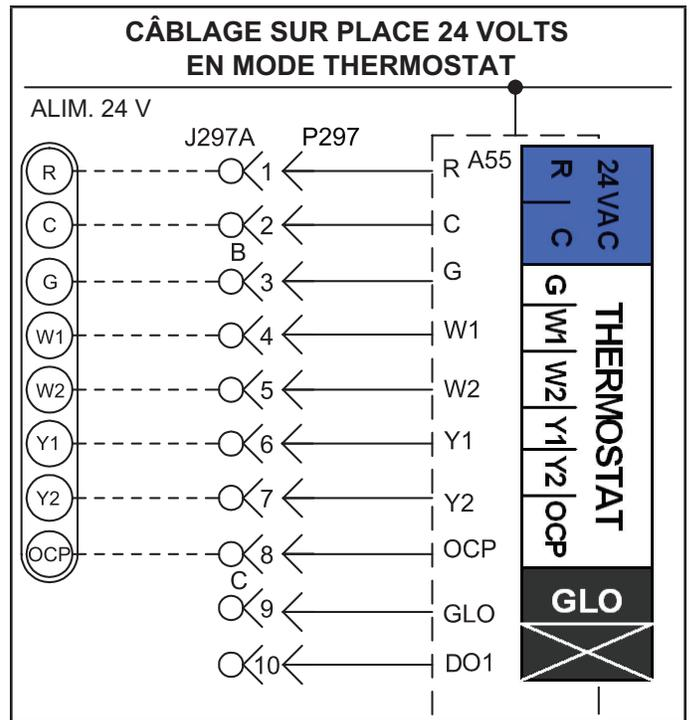
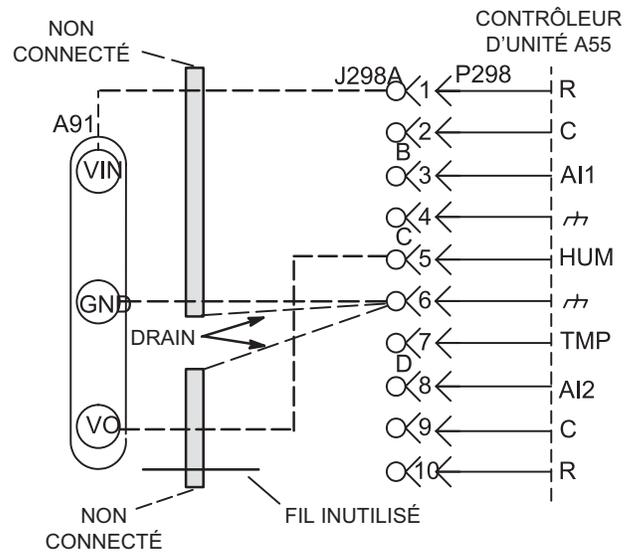
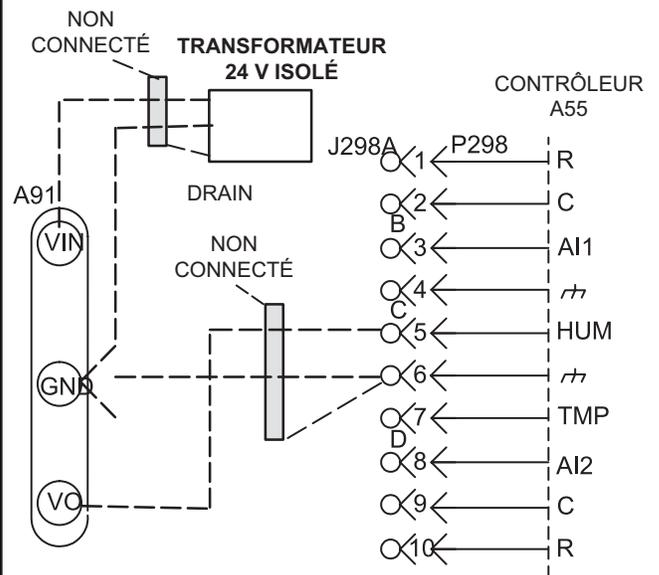

FIGURE 14
FIGURE 17
FIGURE 18
- 4 - Câbler comme indiqué à la FIGURE 14 pour les thermostats électromécaniques et électroniques. En cas d'utilisation d'autres dispositifs de contrôle de la température ou de systèmes de gestion de l'énergie, se reporter aux instructions et au schéma de câblage fournis par le fabricant.
- 2 - Effectuer les connexions de câblage comme indiqué à la FIGURE 14 pour le mode thermostat ou à la FIGURE 15 pour le mode capteur de zone. En outre, connecter un capteur d'humidité ou une entrée de déshumidification. Se reporter à la FIGURE 17 ou FIGURE 18 pour le câblage du capteur d'humidité ou à la FIGURE 16 pour le câblage de l'entrée de déshumidification.
Utiliser deux câbles blindés séparés contenant des paires torsadées de 20 AWG minimum avec un blindage global. Belden type 8762 ou 88760 (plénum) ou équivalent. Connecter les deux fils de drainage du blindage du câble au contrôleur de l'unité comme indiqué à la FIGURE 17.
Utiliser deux câbles blindés séparés contenant des paires torsadées de 18 AWG minimum avec un blindage global. Belden type 8760 ou 88760 (plénum) ou équivalent. Connecter les deux fils de drainage du blindage du câble au contrôleur de l'unité comme indiqué à la FIGURE 17.
Utiliser un transformateur 24 VCA local et isolé tel que le Lennox (no. cat. 18M13) (20 VA minimum) pour alimenter le capteur d'humidité relative comme indiqué à la FIGURE 18. Utiliser deux câbles blindés contenant des paires torsadées de 20 AWG minimum avec un blindage global. Belden type 8762 ou 88760 (plénum) ou équivalent.